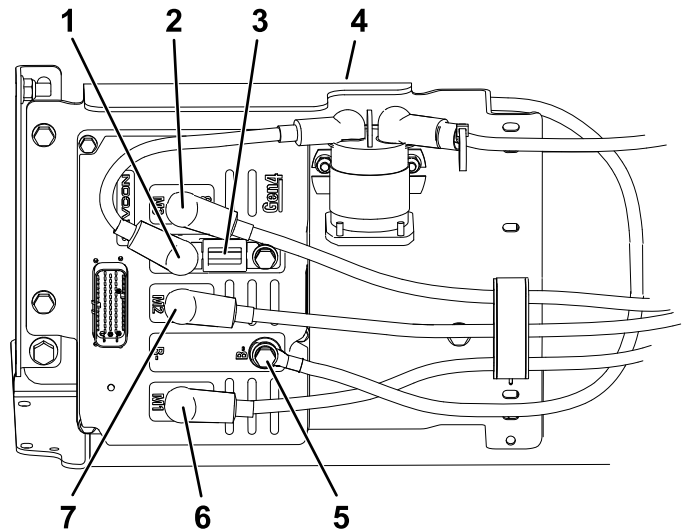

图5
- A. 从控制器端子 B+、B-、M1、M2 和 M3 上小心翼翼地卸下平头螺丝、锁紧垫圈、扁平垫圈和电缆接头图5。
- B. 小心地将线束接头从控制器上拔出图5。
- C. 将电缆和线束接头放到远离控制器的地方图5。
- B. 用平头螺丝、锁紧垫圈和扁平垫圈将控制器电缆固定到控制器端子 B+、B-、M1、M2 和 M3图5。